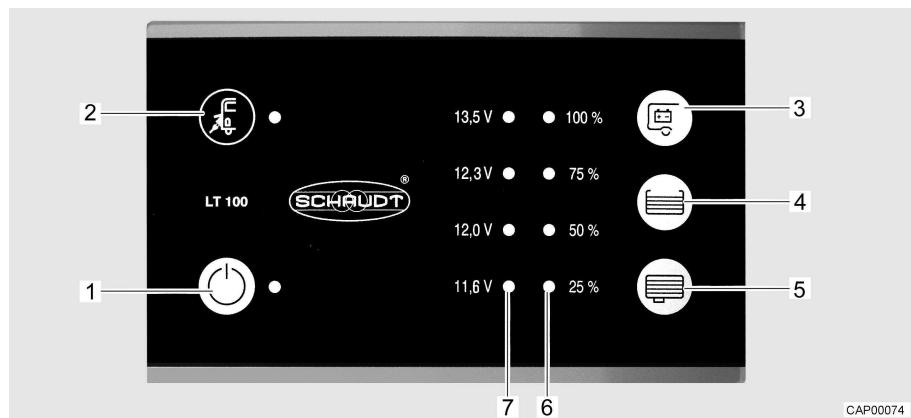

Fig. 69 Pannello di controllo (LT 100)
Il LED giallo accanto al simbolo del collegamento a rete (Fig. 69,2) si accende, quando il veicolo è collegato a un'alimentazione di rete esterna. Il LED si accende anche se il pannello di controllo è spento.
L'interruttore principale a 12 V (Fig. 69,1) inserisce o disinserisce il pannello di controllo e l'alimentazione a 12 V dell'abitacolo.
- Premere l'interruttore "ON/OFF" (Fig. 69,1): L'alimentazione a 12 V dell'abitacolo è inserita. Il LED diventa verde.
- Premere di nuovo l'interruttore "ON/OFF" (Fig. 69,1): L'alimentazione a 12 V dell'abitacolo è disinserita. Il LED si spegne.
La scala LED (Fig. 69,7) indica la tensione della batteria dell'abitacolo nel modo seguente:
- Premere il tasto "BATT." (Fig. 69,3): Viene indicata la tensione della batteria dell'abitacolo.
La scala LED (Fig. 69,6) indica il livello del serbatoio dell'acqua potabile o del serbatoio delle acque grigie.
- Premere il tasto "█" (Fig. 69,4): Il livello di riempimento del serbatoio dell'acqua potabile è indicato dai LED accesi.
- Premere il tasto "█" (Fig. 69,5): Il livello di riempimento del serbatoio delle acque grigie è indicato dai LED accesi.